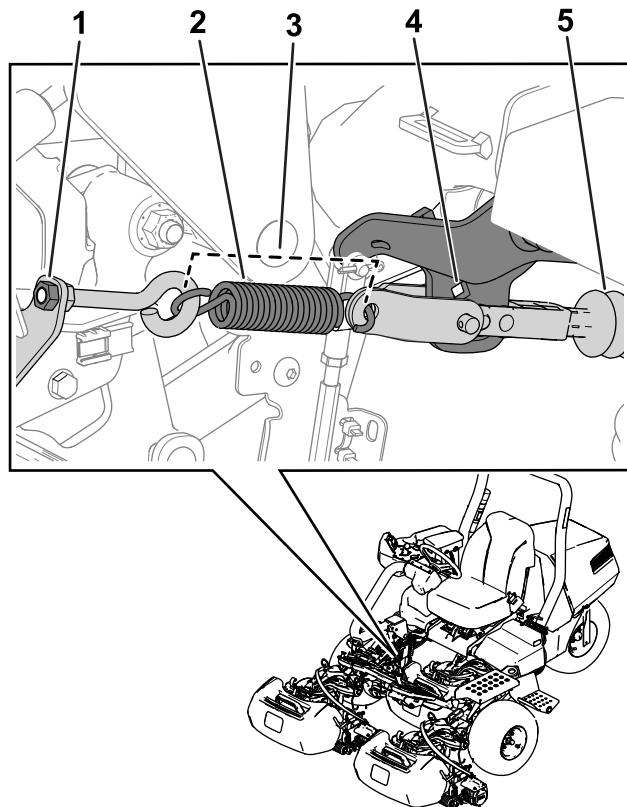

**Figura 23**
1. Utilice el pasador cilíndrico y las chavetas que se retiraron anteriormente para sujetar el actuador del freno a la placa de montaje inferior (Figura 23).